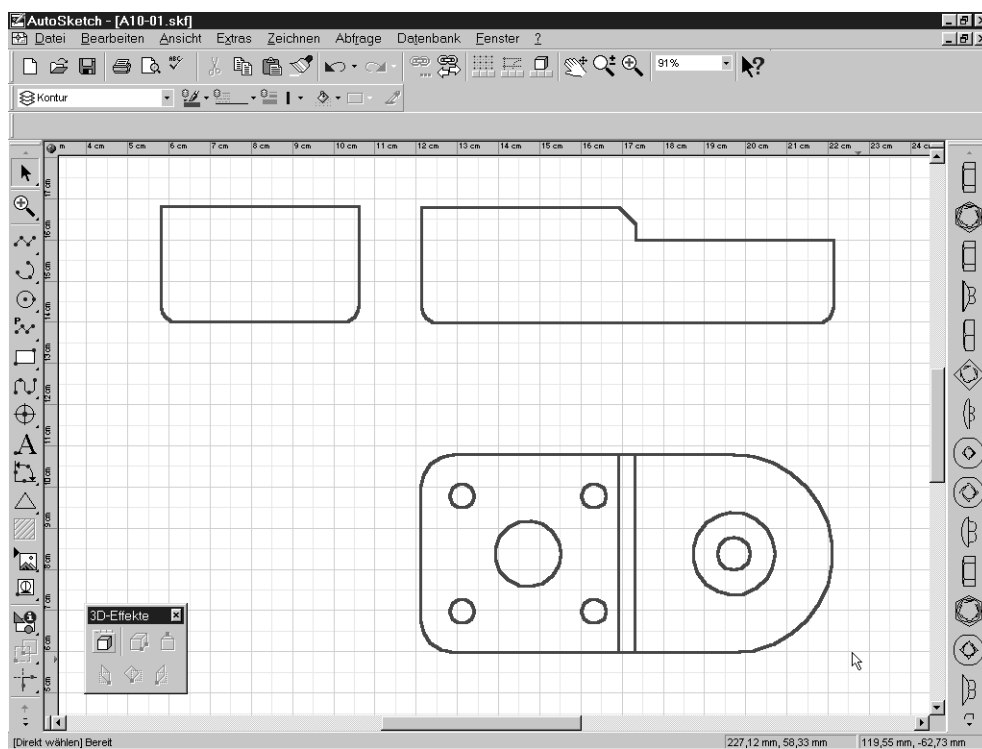

Abbildung 10.4: Ausgangskonturen für die isometrische Darstellung
Für das Beispiel finden Sie die Konturen der Ansichten in Ihrem Ordner \Aufgaben. Öffnen Sie die Zeichnung A10-01.SKF aus dem Ordner (siehe Abbildung 10.4).
- Wählen Sie die untere Kontur (siehe Abbildung 10.4), und transformieren Sie diese in die obere isometrische Ebene.